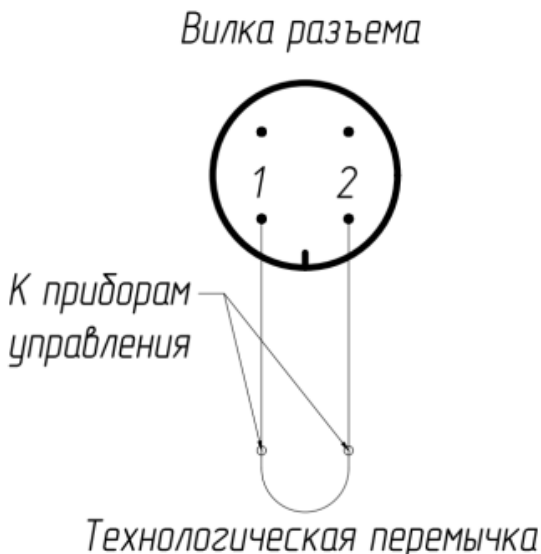

Рис. 5 – Схема подключения МПП к линии пуска.
6.5.4 Отстыковать розетку с технологической перемычкой (рисунок 5).